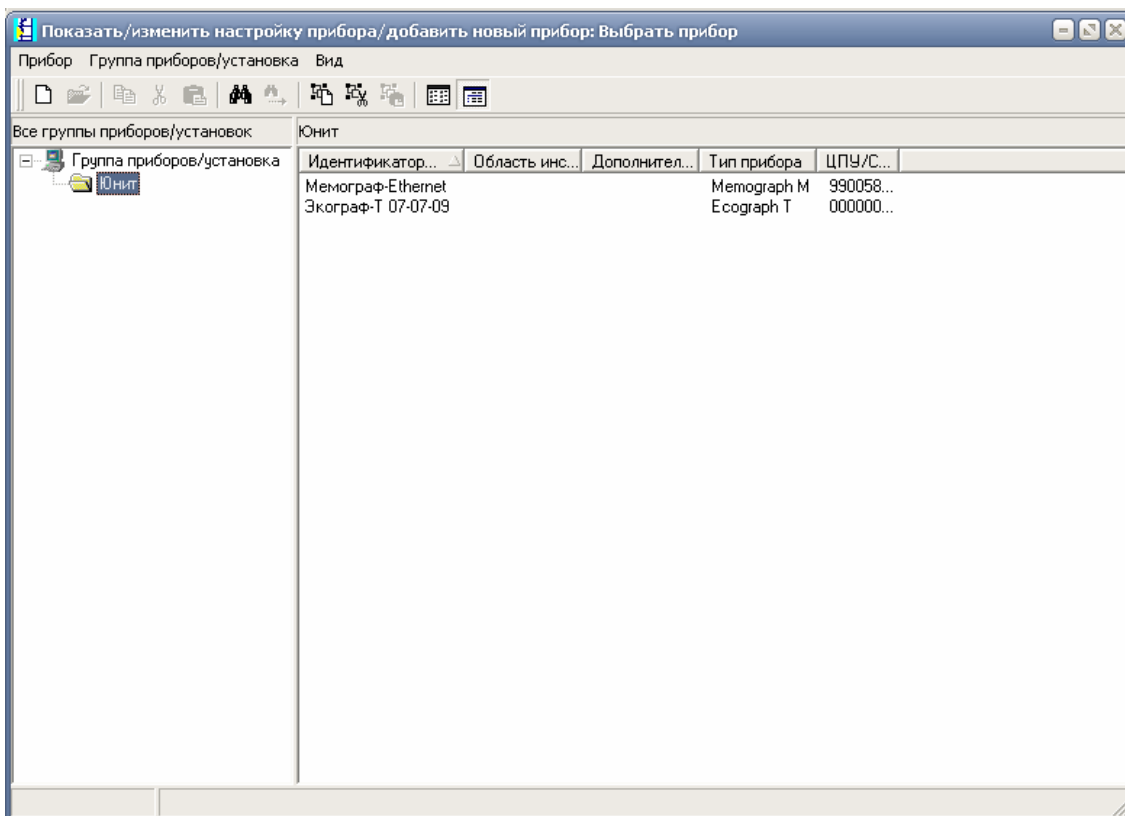

Рис. 3
- **Показать/изменить настройки прибора/добавить новый прибор** – данной функции соответствует горячая клавиша F2 (Рис.3). В данном меню можно добавлять новые приборы, создавать группы и объединять в них приборы. Более подробно информация о добавлении приборов описана в главе «Подключения Мемограф-М к компьютеру».